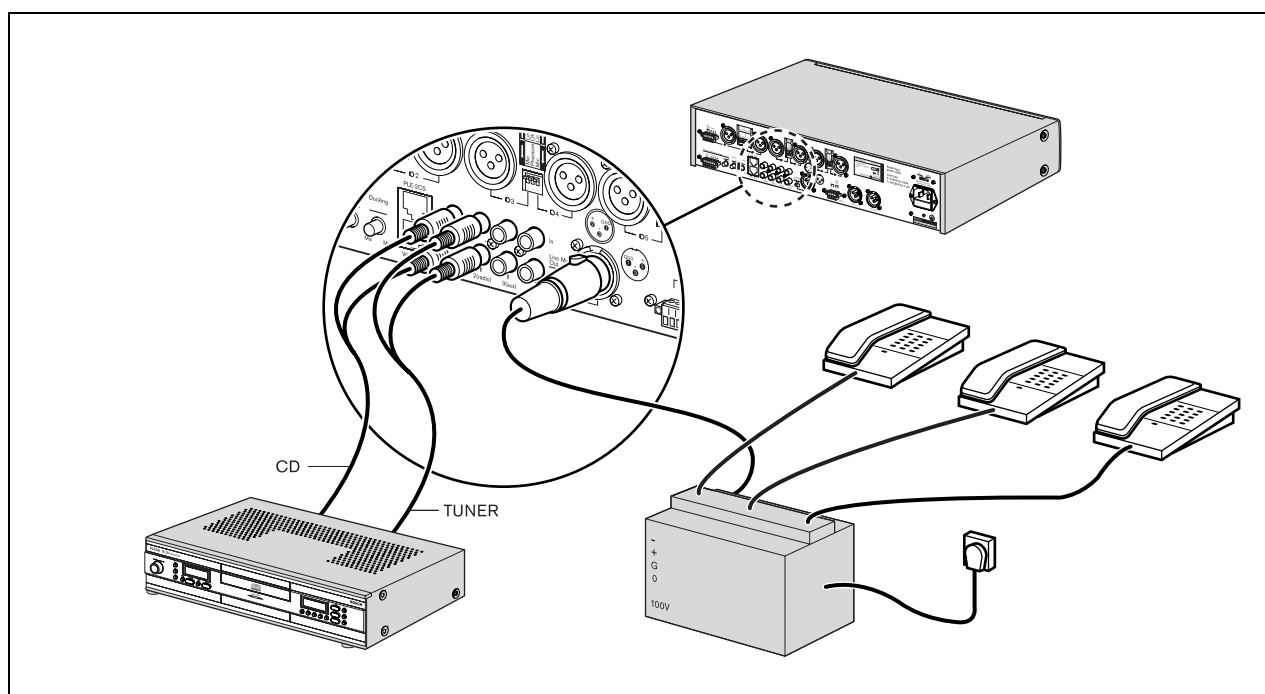

figura 4.9: Conexión de entradas de fuente de música
Utilice el conector de salida principal de música (23) para proporcionar una fuente de salida de música exclusiva para otro dispositivo. Por ejemplo, la salida principal de música puede conectarse a un acoplador telefónico, de modo que las personas que llamen puedan escuchar música cuando se les ponga en espera (véase figura 4.9).
Consulte figura 4.9.